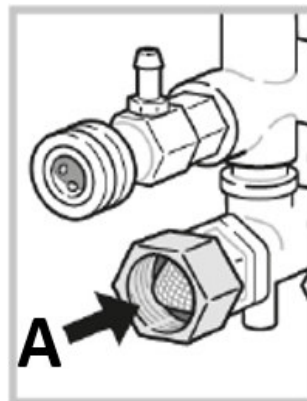

Abb. 33: Filtersieb für den Wassereinlass
2. Entfernen Sie den Filter, indem Sie ihn am Ende greifen und gerade nach hinten ziehen. (siehe Abb. 33,A)